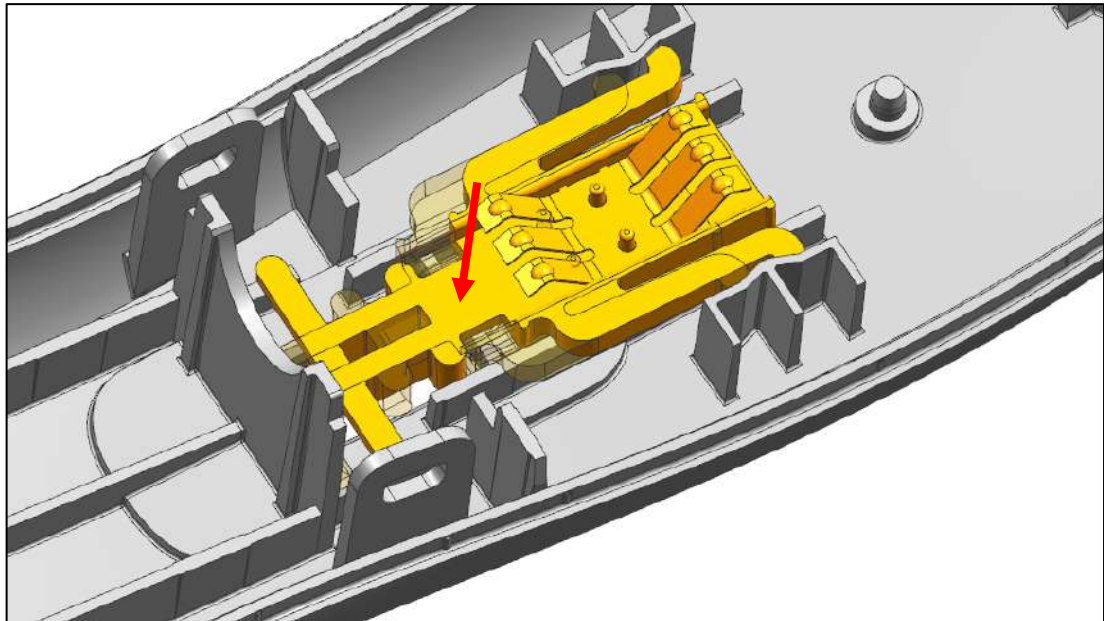

Abb. 15: hintere Schaltposition: orange (rechts)
- a) Legen Sie den Schalterbügel (mit verstellmter Kontaktfeder) ins Gehäuseoberteil in die hintere Schaltposition ein (Abb. 15).